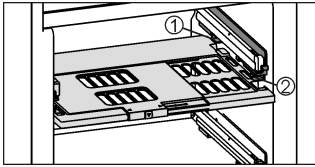

Fig. 5
- ▶ Introducir la placa de regulación de la humedad: introduzca los nervios de la tapa de la placa desde abajo en el soporte trasero Fig. 5 (1) y encájelos por delante en el soporte Fig. 5 (2).